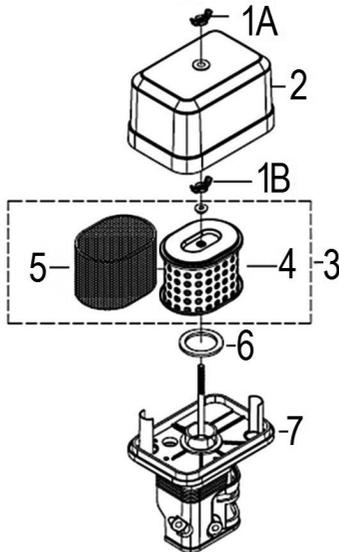

Рис. 32. Обслуживание воздушного фильтра
1. Открутите барашковую гайку 1А и снимите крышку 2 воздушного фильтра (Рис. 32).
2. Открутите барашковую гайку 1В и извлеките из корпуса воздушный фильтр 3 в сборе (Рис. 32).
3. Проверьте целостность и чистоту фильтрующих элементов. Поролоновый (предварительный) фильтрующий элемент 5 установлен на корпусе бумажного фильтрующего элемента 4 (Рис. 32).
4. При незначительном загрязнении промойте поролоновый фильтрующий элемент 5 (Рис. 32) теплым мыльным раствором и просушите. Поврежденный или сильно загрязненный поролоновый фильтрующий элемент замените.
5. Произведите очистку корпуса 7 и крышки 2 воздушного фильтра, не допуская попадания пыли и грязи в воздуховод, ведущий к карбюратору (Рис. 32).
7. Перед установкой воздушного фильтра убедитесь, что уплотнительное кольцо 6 воздушного фильтра находится на месте и не имеет повреждений (Рис. 32).